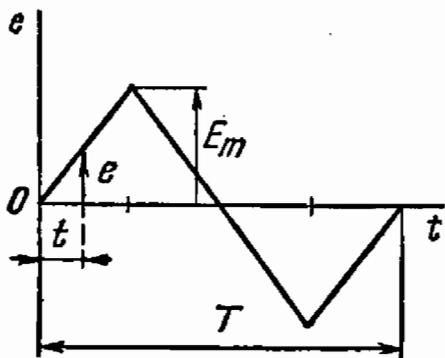

Рис. 8.1
8.1. Определить действующее и среднее значения, коэффициенты формы и амплитуды периодически изменяющейся э. д. с., график мгновенных значений которой приведен на рис. 8.1.
8.2. Для периодической э. д. с. (рис. 8.1) записать ряд Фурье и определить действующее значение, если максимальное значение E_m равно 10 В (при разложении ограничиться тремя членами ряда).